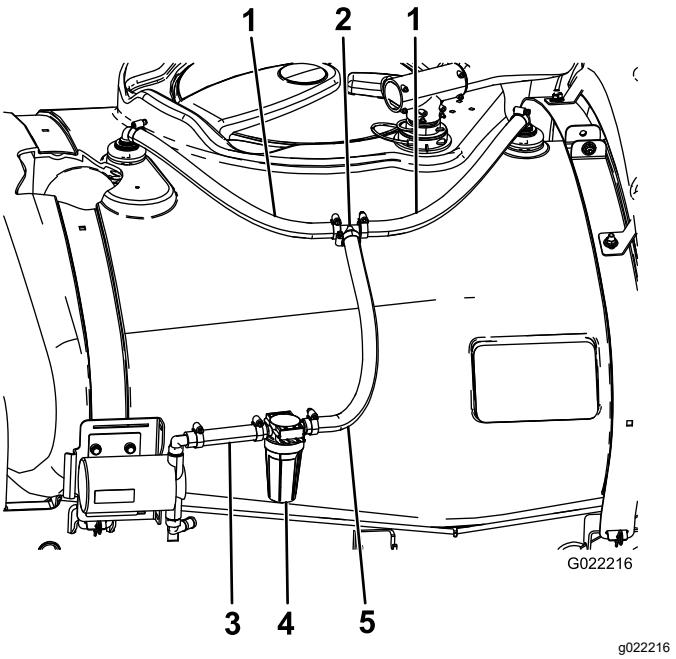

Bild 10
1. Schließen Sie die Schläuche (48 cm) mit zwei Schlauchklemmen an den vorher befestigten Spüldüsenschlauchzahnungen an (Bild 10).
2. Schließen Sie die losen Enden der Schläuche mit zwei Schlauchklemmen an das T-Anschlussstück an (Bild 10).
1. Schließen Sie das lange Ende des Spülfilterschlauchs mit einer Schlauchklemme an das T-Anschlussstück an (Bild 10).
2. Schließen Sie das andere Ende des Spülfilterschlauchs mit einer Schlauchklemme an die obere Schlauchzahnung an der Spülpumpe an (Bild 10).